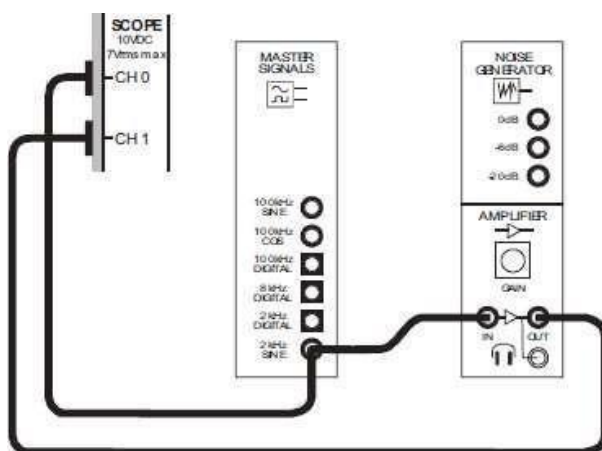

Figura 1.4
2. Conectar a la entrada del Amplificador una señal senoidal de 2KHz, observar en el CH0 del Osciloscopio la entrada al amplificador y en el CH1 la salida del mismo (Figura 1.4).